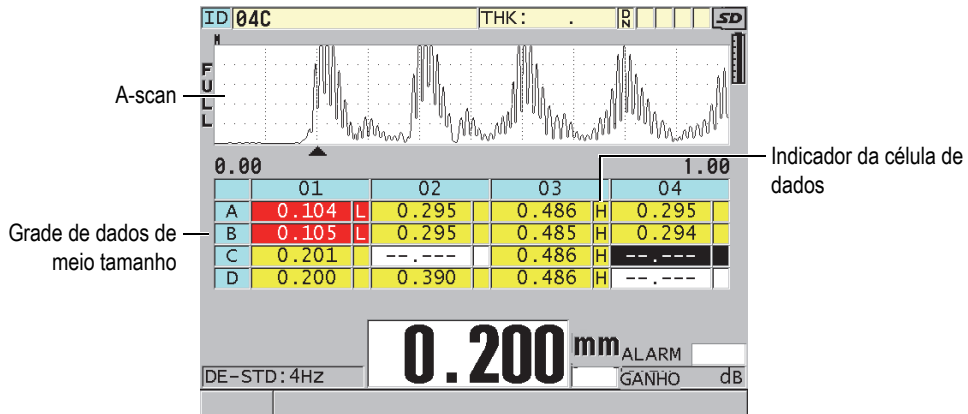

Figura 10-8 Exemplo de uma grade de dados de meio tamanho
A grade da base de dados (grade de dados) é a representação de dados em uma tabela 2D. Esta representação possibilita um movimento livre para qualquer direção em uma grade ao invés de seguir uma lista predefinida de ID. Em lugar de acrescentar automaticamente uma localização ID, pode-se usar as teclas de setas para movê-las para um local mais conveniente. É possível visualizar, simultaneamente, o A-scan, a grade de dados e a leitura de espessura (veja Figura 10-8 na página 164). As células podem ser configuradas para exibir um indicador de célula de dados com a cor de fundo correspondente ao intervalo do local da leitura da espessura.
8. Na função **DADOS DA CÉLULA** selecione uma das opções disponíveis para exibir os indicadores de cada célula de dados na grade de dados. O indicador de célula é uma letra que aparece em caixa pequena localizada à direita do valor de espessura na célula de dados (veja Figura 10-8 na página 164). Os softwares opcionais disponíveis são: